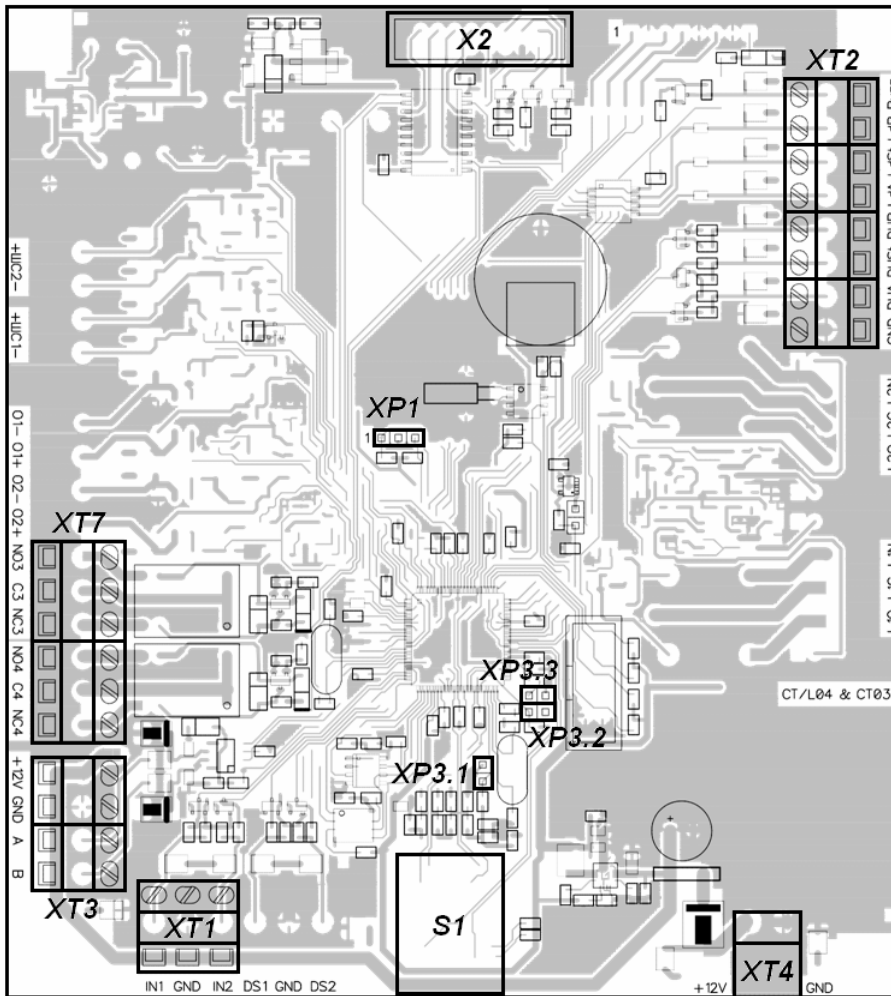
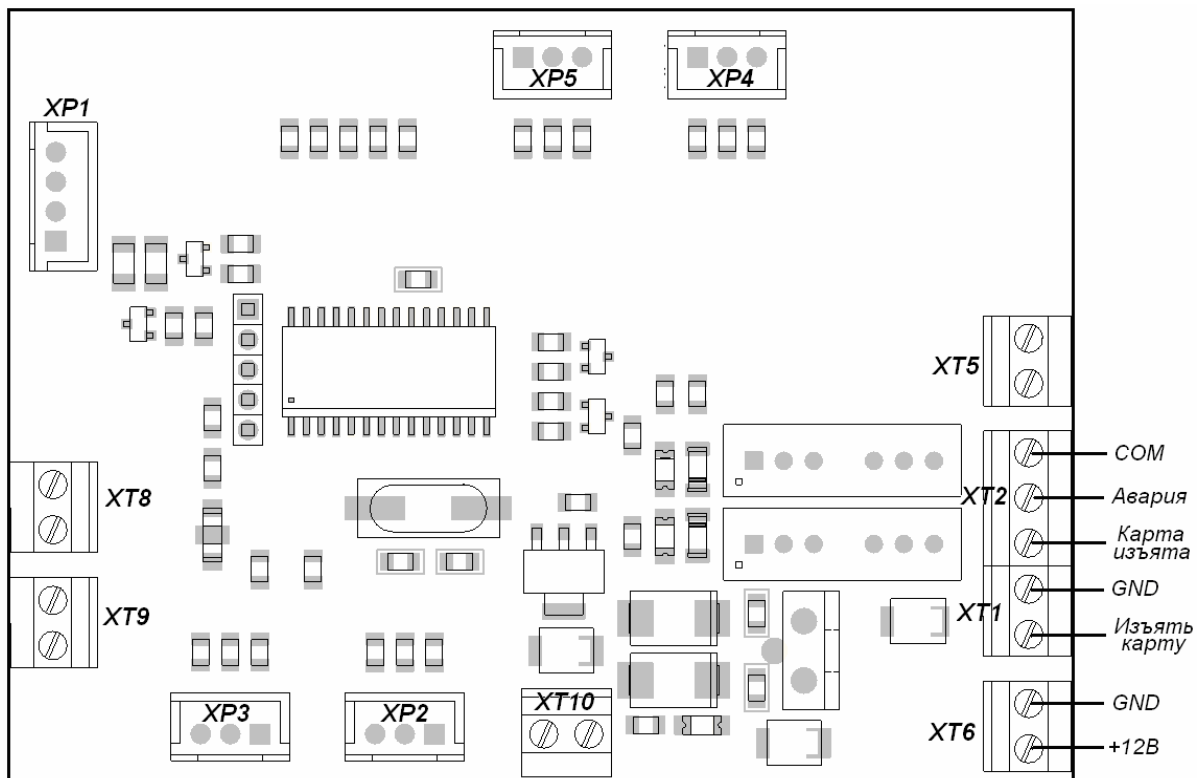

Рисунок 3 Внешний вид платы контроллера *PERCo-CT03*
Рисунок 4 Внешний вид платы картоприемника *PERCo-PA-450*
5.2.3 Внутри стойки расположен контроллер **PERCo-CT03** (далее – *контроллер*), к которому кабелями (17-20), (см. также поз. 6 рис. 9) подключаются соответственно пульт управления, плата картоприемника (расположена на механизме картоприемника), механизм управления, считыватели, источник питания, устройство радиоуправления (при его использовании), ЛВС. Подключение производится в соответствии со схемой подключения ЭП и дополнительного оборудования (см. рис. А.1 Приложения А). Плата контроллера PERCo-CT03 изображена на рис. 3. Плата картоприемника изображена на рис. 4.
5.2.4 Пульт управления выполнен в виде небольшого настольного прибора в корпусе из ударопрочного АБС пластика и предназначен для задания и индикации режимов работы при ручном управлении ЭП. Пульт управления подключается к плате PERCo-CT03 гибким многожильным кабелем (17) через клеммную колодку XT2 (см. рис. 3).
На лицевой панели пульта управления расположены три кнопки для задания режимов работы ЭП. Над кнопками расположены индикаторы. *Средняя* кнопка *DUST* (далее – кнопка "*Запрет прохода*") предназначена для переключения ЭП в режим "*Запрет прохода*". *Левая* и *правая* кнопки (далее – кнопки "*Разрешение прохода*") предназначены для разблокировки ЭП в выбранном направлении. Изменить ориентацию пульта управления относительно установки стойки ЭП (если на месте установки стойка обращена к оператору не лицевой, а тыльной стороной) можно, поменяв местами провода от пульта управления, подключаемые на контакты *DUA* и *DUB*, а также *Led A* и *Led B* соответственно (рис. 3 и рис. А.1 Приложения А).
5.2.5 На плате контроллера PERCo-CT03 (рис. 3) расположены:
5.3.2 Подключение указанных в п. 5.3.1.1 автономных устройств производится с помощью кабелей (17) и (19) к соответствующим клеммным колодкам *XT2* и *XT4* платы PERCo-CT03 (рис. 3) в соответствии со схемой подключения (рис. А.1 Приложения А).
5.3.7 Обозначения установленных на плате PERCo-CT03 клеммных колодок и назначение их контактов показаны на рис. 3 и на наклейке, аналогичной рис. А.1 Приложения А, расположенной на внутренней поверхности крышки (3) (порядок снятия крышки указан в разделе 6).
5.7.3 Подключение датчика контроля зоны прохода (ДКЗП) производится к клеммной колодке *XT1* на вход №2 (контакты *In2* и *GND*), а сирены - к клеммной колодке *XT7* на выход №4 (контакты *NO4* и *C4*) платы PERCo-CT03 (расположение клеммных колодок показано на рис. 3). Схема подключения ДКЗП и сирены приведена на рис. А.1 Приложение А.
Установка переключателей на разъем XP1 (расположение разъема показано на рис. 3): положение 1 – 2 – переключатель IP MODE, положение 2 – 3 – переключатель IP DEFAULT.